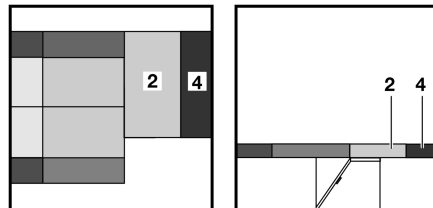

Bild 99 Nach dem Umbau
- Das Sitzpolster (Bild 99,2) zur Mittelsitzgruppe ziehen.
- Das Zusatzpolster (Bild 99,4) zwischen das Sitzpolster und die Außenwand legen.